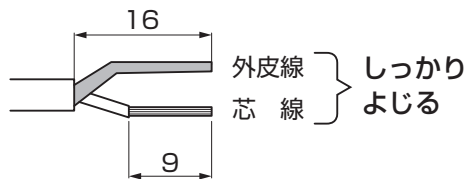

図3-9 シールド線先端処理
- ① 柱 (戸当り用) 側から引込んだシールド線を柱 (端部用) 側から引込んだシールド線と同じ長さに切断してください。
- ② 切断したシールド線先端を剥いて処理をしてください。(図3-9参照)